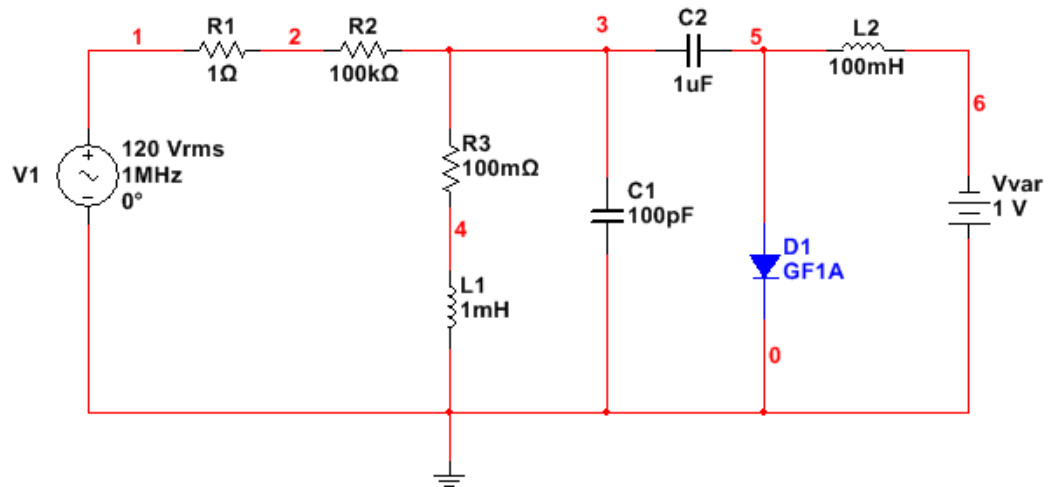

Рисунок 5-1
1. Используя схему параллельного колебательного контура с подключенным к контуру полупроводниковым диодом в качестве переменной емкости (рис. 5-1), построить зависимость резонансной частоты от напряжения